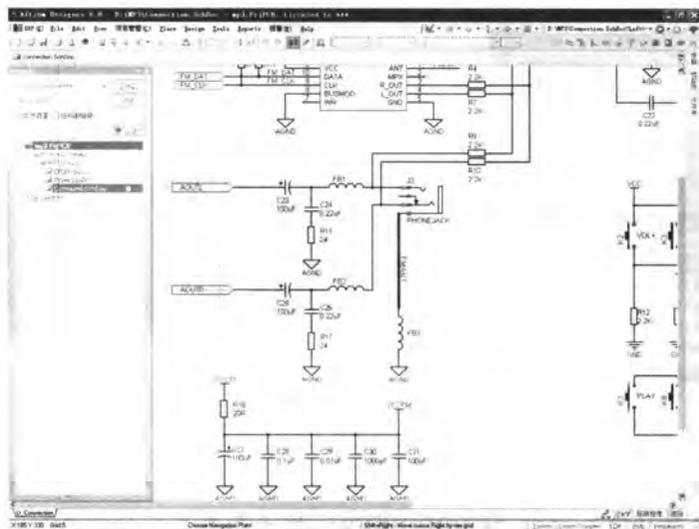

图 4-67 选择某一输入/输出端口
- [3] 移动光标到某一个输入/输出端口（如输入端口“AOUTR”）处，如图 4-67 所示。